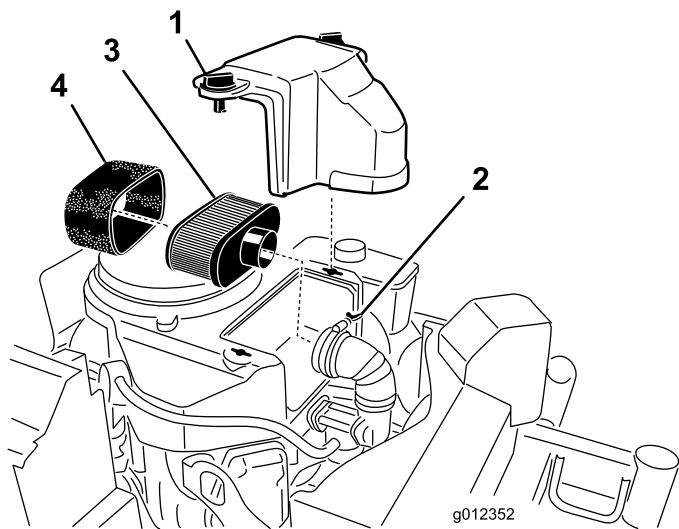

Figura 40
3. Pulite intorno al filtro dell'aria per evitare che la morchia possa penetrare nel motore provocando gravi danni (Figura 40).
4. Svitare le manopole del coperchio e rimuovete il coperchio del filtro dell'aria (Figura 40).
5. Allentate la fascetta stringitubo e rimuovete il gruppo filtro dell'aria (Figura 40).
6. Tirate via con cautela l'elemento in schiuma sintetica dall'elemento di carta (Figura 40).
1. Non pulite il filtro primario di carta, sostituitelo (Figura 40).
1. Infilate con cautela l'elemento in schiuma sintetica sull'elemento di carta (Figura 40).
2. Collocate il gruppo filtro dell'aria sull'apposita base o flessibile e fissatelo (Figura 40).
3. Posizionate la copertura del filtro dell'aria e serrate la manopola di copertura (Figura 40).